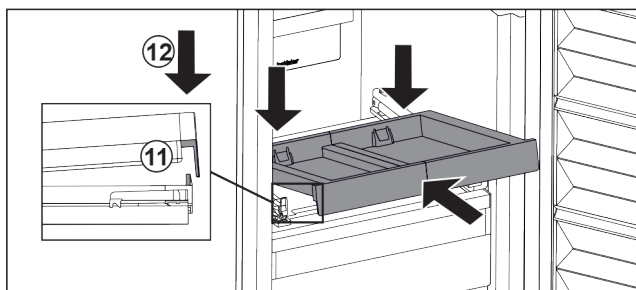

Fig. 93
- ▶ Vstavite jo v poševnem položaju. Pazite, da je nastavek na obeh straneh za jezičkom. Fig. 93 (11)
- ▶ Izvlečno polico odložite spredaj. Fig. 93 (12)